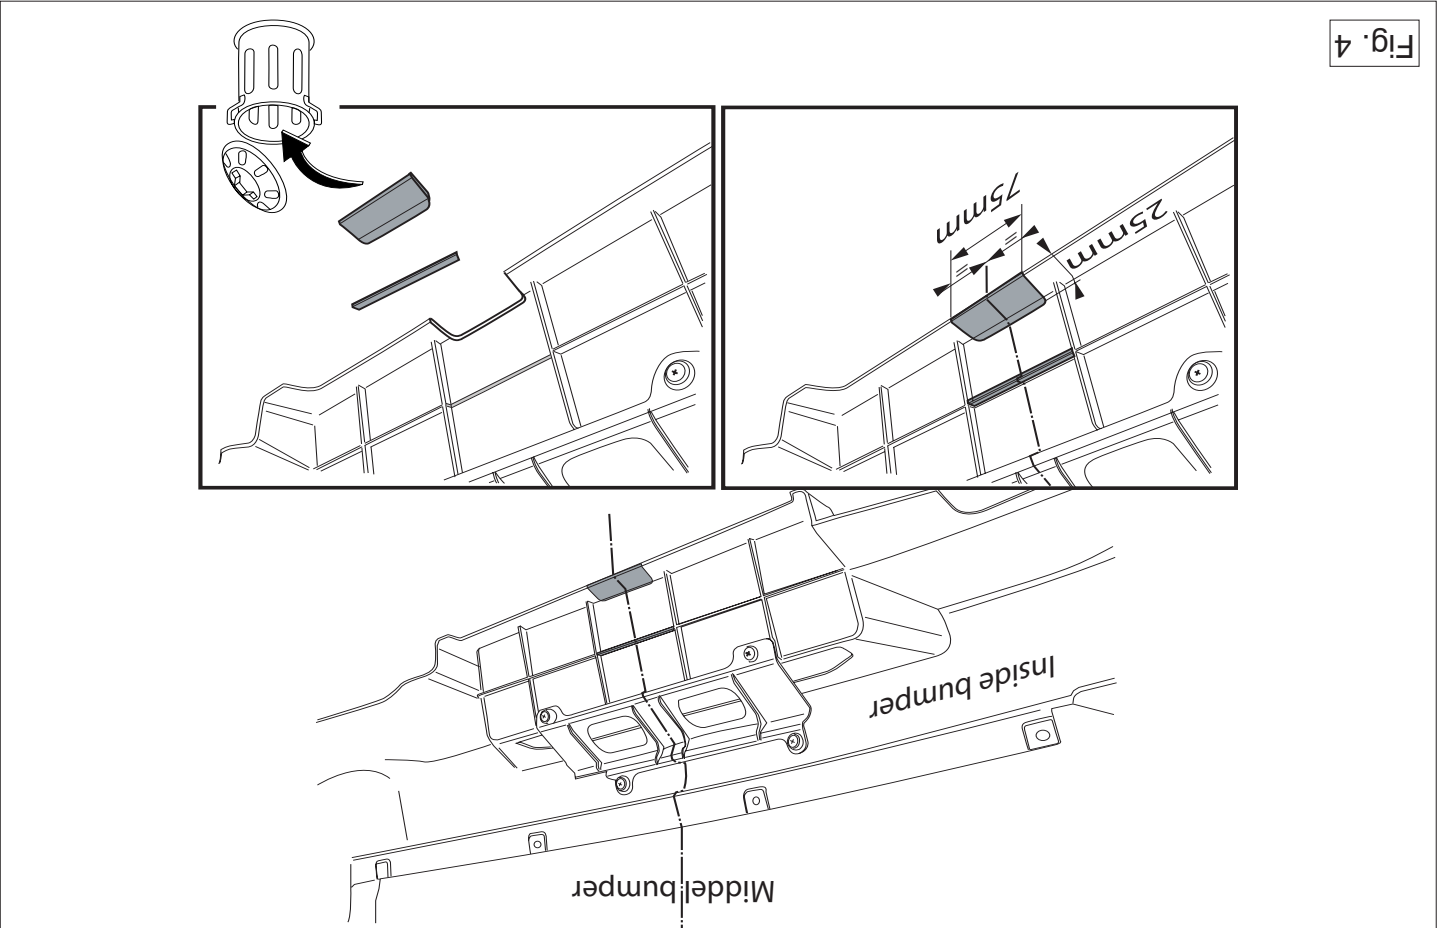

Fig. 4
11. Saw a section out of the middle of the underside of the bumper as shown in fig 4.
11. Auf der Unterseite der Stoßstange einen Teil aus der Mitte gemäß Abbildung 4 herausschneiden.
11. Scier au centre de la partie inférieure du pare-chocs une partie correspondant à la figure 4.